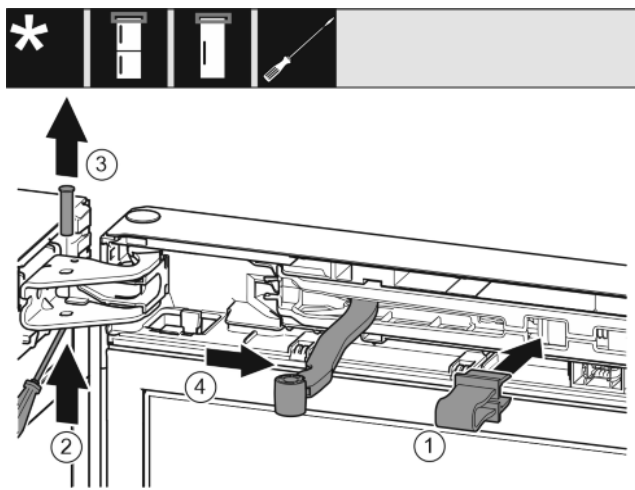

Fig. 7
- ▶ Zabezpieczenie zazębić w otworze. Fig. 7 (1)
- ▶ Sworznie wysunąć przy pomocy śrubokręta. Fig. 7 (2)
- ▶ Sworznie wyjąć w górę. Fig. 7 (3)
- ▶ Przegub obrócić w kierunku drzwi. Fig. 7 (4)